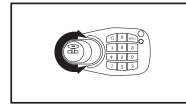

Fig. 3
entretanto luz permanece acesa (Fig. 3). Se se apagar a sinalização, volte ao ponto 1.
- 6 Introduzir novo código (de 2 a 15 dígitos), seguido de tecla "C" (Fig. 3). Soará o som de programação.